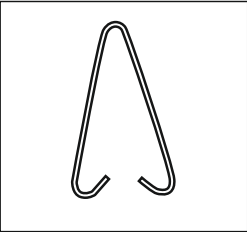
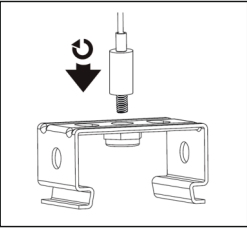

Рис. 5
Рис. 6
- 5.17Для установки осветительного прибора на подвесы используйте скобы (2 шт. – рис. 5) для подвешенного монтажа (входят в комплект поставки) или тросовую систему подвеса (рис. 6) (в комплект поставки не входит и приобретается отдельно).